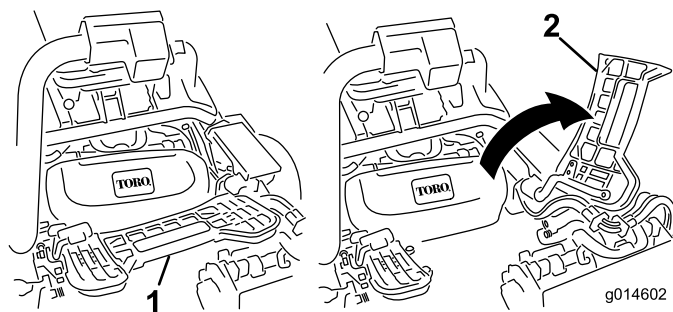

Figura 32
2. Sollevate il poggiatesta e ruotatelo fino all'apertura, per consentire l'accesso alla posizione dell'apparato di taglio centrale.(Figura 32)